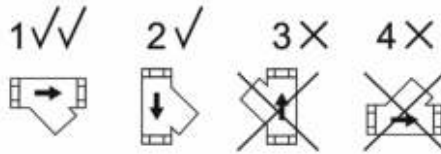

Рис. 1
3. Разрешенные и запрещенные положения в установке фильтра Y-типа (рис. 1).